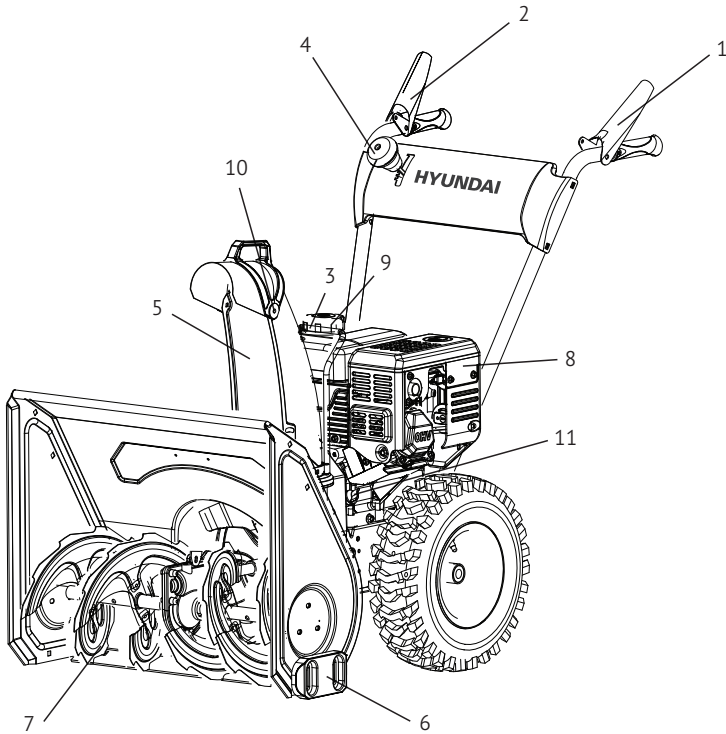

Рис. 1
- Отсоедините крепеж троса от штанги (рис.1а).
Рис. 1а